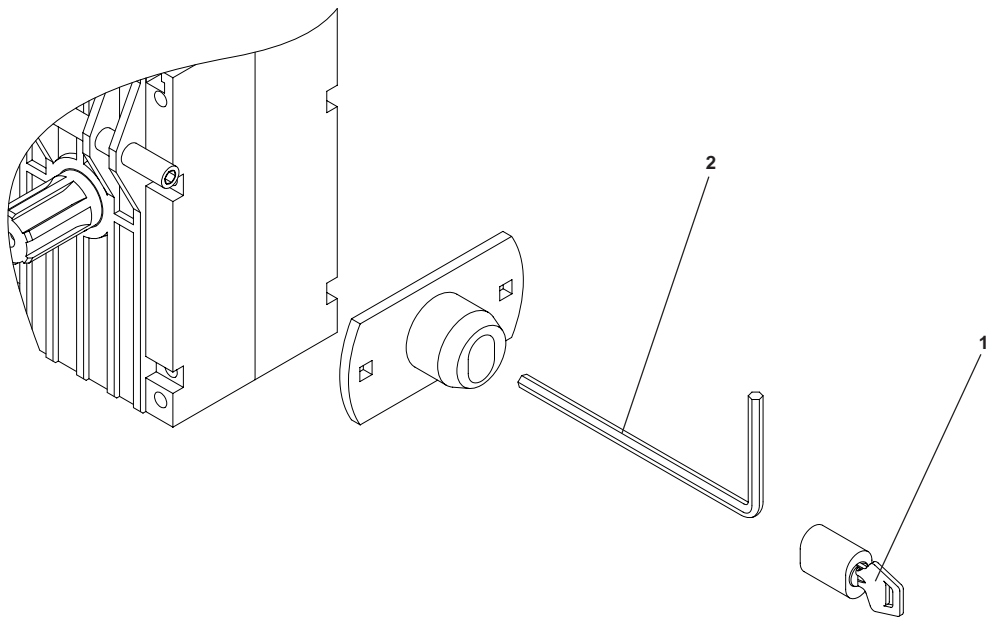

Fig.13
7.3 Sblocco esterno con chiave personalizzata (fig. 13) Levare il blocchetto con la chiave personalizzata 1. Sbloccare tramite la chiave a brugola 2.
7.3 External release with personalized key (fig. 13). Remove the block with the personalized key 1. Release by using the Allen screw 2.
7.3 *Débloccage extérieur avec clé personnalisée (fig. 13)*
7.3 Desbloqueo exterior con llave personalizada (fig.13). Quitar el cilindro con la llave personalizada 1. Desbloquear mediante llave "allen" 2.